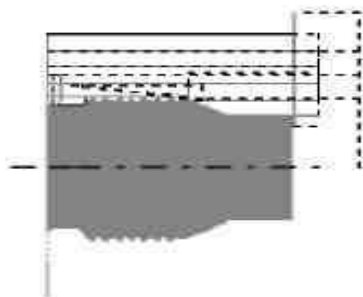

Рис. 4.43
6. Нажмите кнопку **D нач.** и укажите точку **2** (см. рис. 4.43).